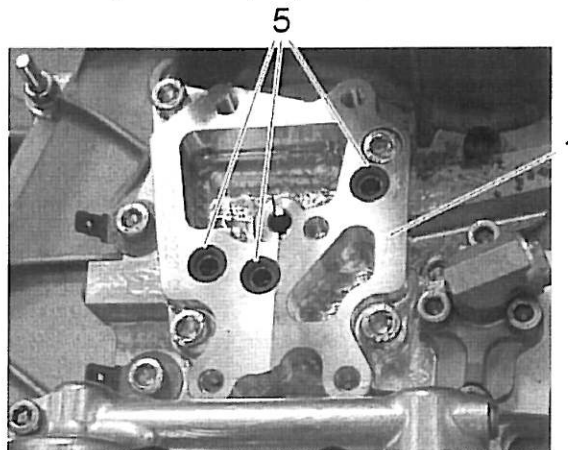

Bild 13
8. Jeweils einen O-Ring (item 5) in jede der drei vorgesehenen Vertiefungen der Adapterplatte (item 1) einsetzen. Siehe Bild 13.